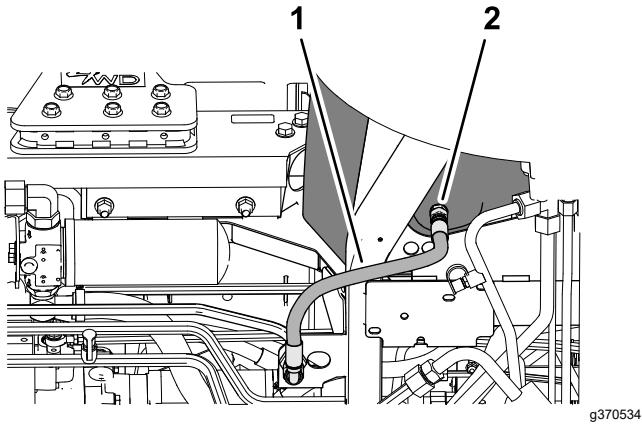

Bild 154
3. Stellen Sie eine Auffangwanne unter den Hydrauliköltank (Bild 154).